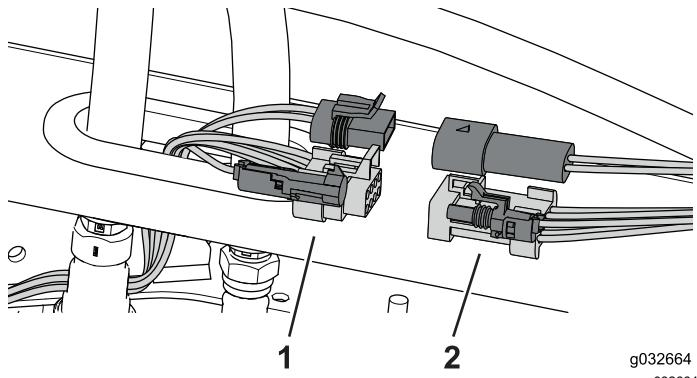

Bild 74
1. Verlegen Sie den Kabelbaum von der Kabine zum Kabelbaum von der Maschine (Bild 74).